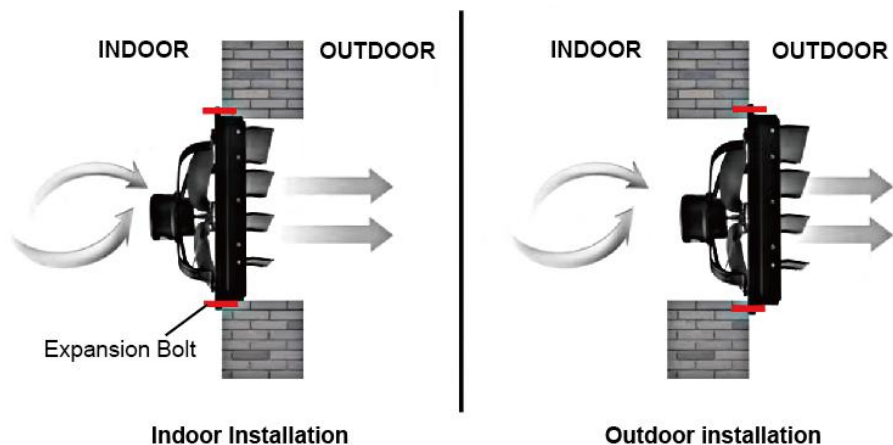

Fig.2.
4. Installez ensuite les quatre boulons d'expansion. Vous pouvez choisir de les installer à l'intérieur ou à l'extérieur (reportez-vous à la Fig. 2).